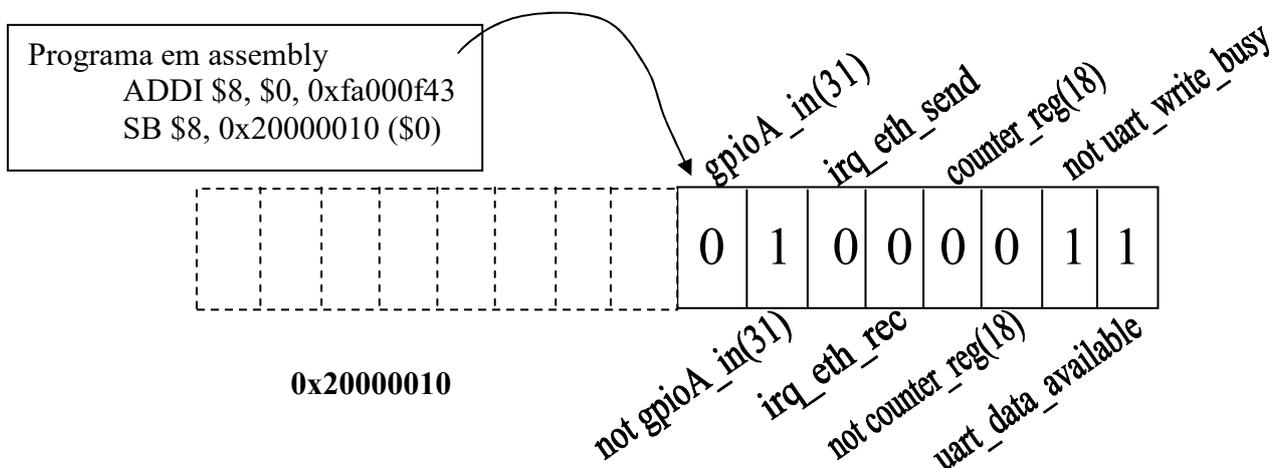

Figura 2. Programando o registrador `IRQ_Mask`- os bits '1' indicam habilitação
- `IRQ Mask`: o registrador que contém o mapeamento das requisições permitidas de cada periférico ou registrador de periférico. Estas condições são definidas pelo usuário, via software, isto é, o código de programa do usuário se encarrega de escrever este mapa no registrador `IRQ_Mask`, de endereço 0x20000010 (nos 8 bits menos significativos), como ilustrado na Figura 2. Desta forma, de acordo com a porção do programa, certos periféricos poderão estar impedidos de realizarem interrupção.